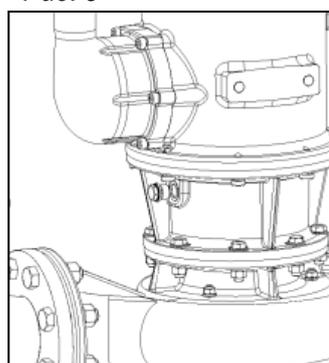

Рис. 11
4. Резьбовую пробку снова вкрутить (34 Нм) и уплотнить соответствующим герметизирующим средством (рис. 11)